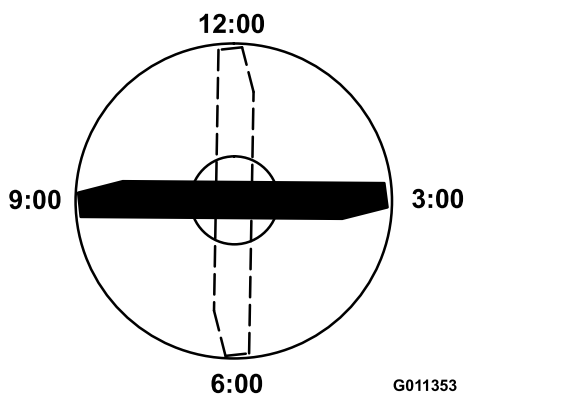

Figura 88
4. Orientate il tagliente dell'estremità marcata della lama sulle ore 12 (esattamente in avanti, nel senso di falciatura) (Figura 88) e misurate l'altezza tra il banco e il tagliente della lama.
5. Ruotate l'estremità marcata della lama sulle ore 3 e sulle ore 9 (Figura 88) e misurate le rispettive altezze.